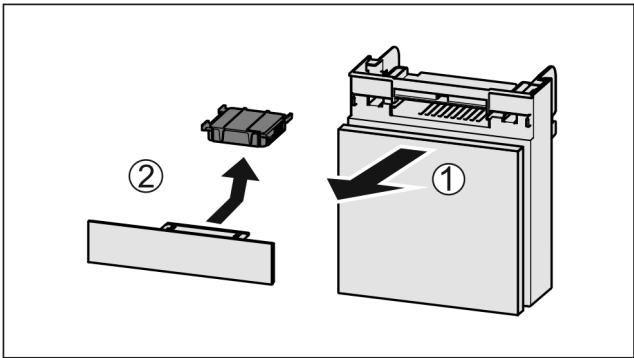

Fig. 39
- 向前拉出 Fig. 39 (1) 抽屉。
- 取出 Fig. 39 (2) 活性炭过滤器。